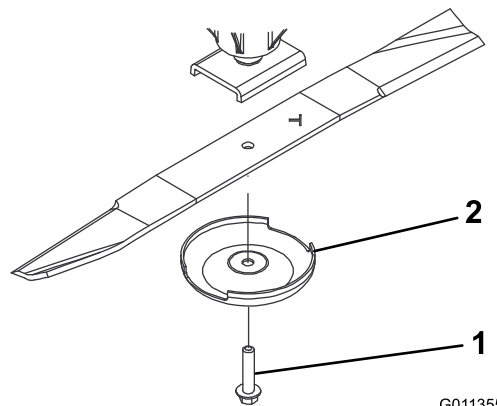

Figure 83
2. Tenez la lame par son extrémité avec un chiffon ou un gant épais. Enlevez le boulon, la coupelle de protection et la lame de l'axe de pivot (Figure 83).
3. Montez la lame, la partie relevée vers le plateau de coupe, et fixez-la avec la coupelle de protection et le boulon (Figure 83). Serrez le boulon de la lame à un couple de 115 à 149 N·m.
Si la lame est trop usée, une entaille se forme entre la partie relevée et la partie plane (**Figure 83**). La lame peut alors se briser et un morceau être projeté du dessous de la machine, vous blessant gravement ou une personne à proximité.